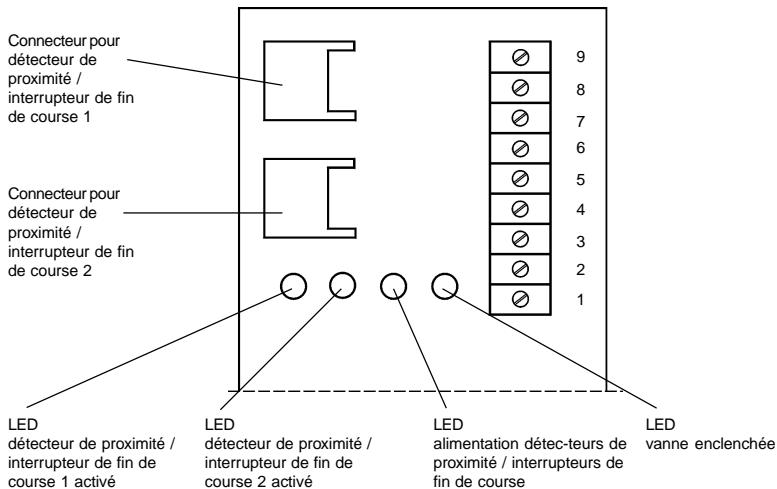

Figure 2: Platine de la TopControl ON/OFF (sans BUS)
- Connectez les conducteurs (v. configuration de raccordement, p. 39); La platine avec marquage des bornes à vis et des diodes lumineuses est représentée dans la figure 2